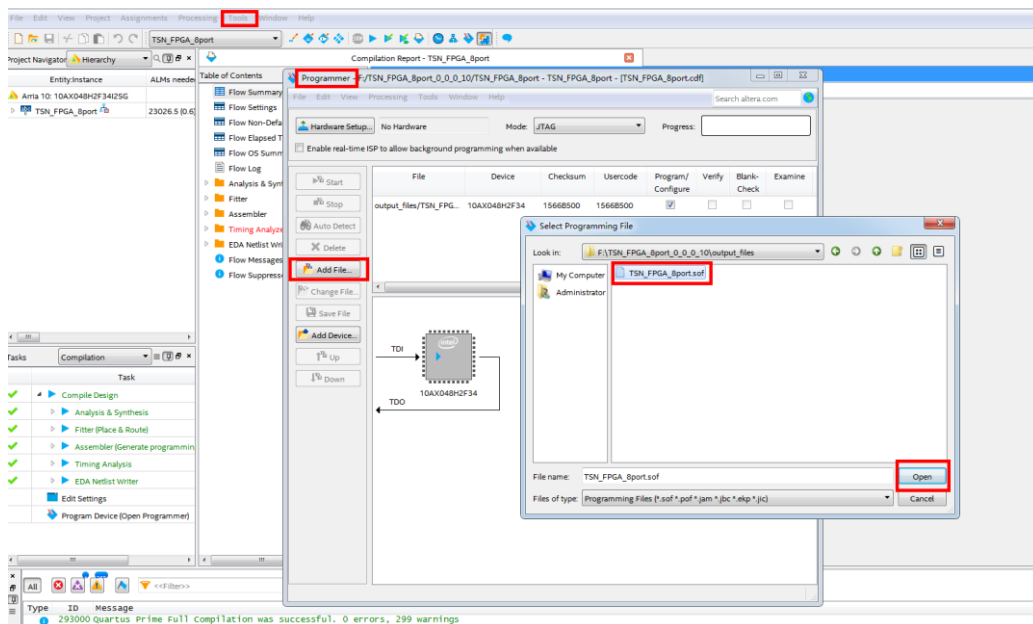

图 4-1 添加.sof/jic 文件
- 2) 打开 Inter Quartus，点击 tools->programmer->addfiles，添加编译完成的 TSN_FPGA_8port.sof 文件/TSN_FPGA_8port.jic（如果需要固化程序，需先将 sof 文件转换成 jic 文件）。如下图 4-1 所示。